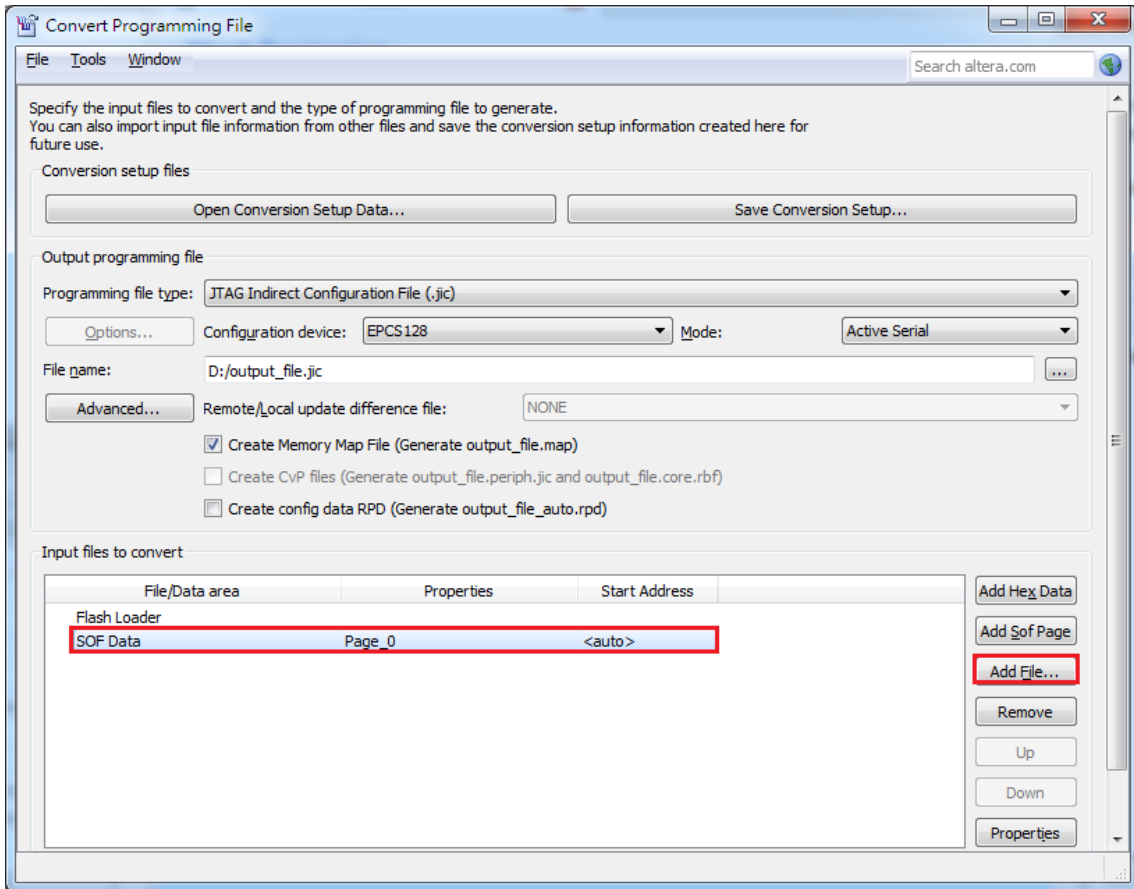

图 8-2 Convert Programming Files 对话框
- 6、如图 8-2所示，选中**Input files to convert**中的SOE data。